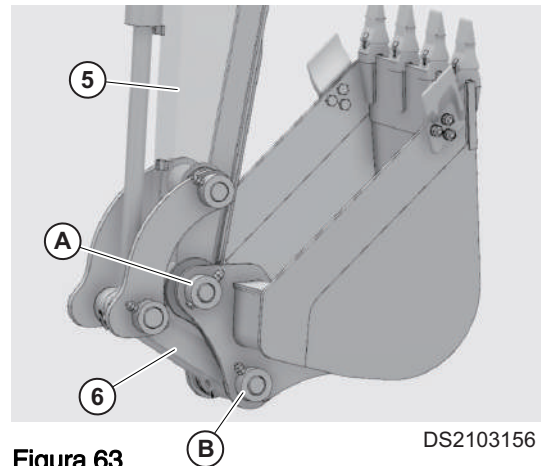
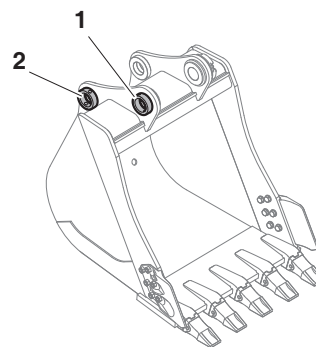
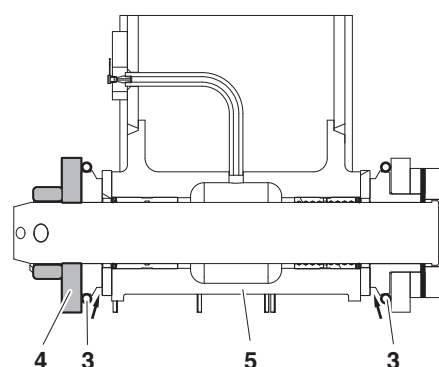

Figura 63
Figura 64
Figura 65
2. Desmonte la tuerca doble del perno del gozne del mango (A, Figura 63) y el gozne de la articulación (B, Figura 63), desmonte el perno, extraiga el gozne del mango (A) y el gozne de la articulación (B, Figura 63), y luego desmonte la cuchara.
3. Alinee el mango (5, Figura 63) a los orificios (1, Figura 64) de la cuchara de repuesto y la articulación (6, Figura 63) a los orificios correspondientes (2, Figura 64), introduzca goznes engrasados (A, Figura 63) y (B, Figura 63) en el orificio (1, Figura 64) y el orificio (2, Figura 64) respectivamente.
4. Al instalar la cuchara, en la parte del pasador del mango (A, Figura 63), coloque juntas tóricas (3, Figura 65) en la cuchara (4, Figura 65) en la posición indicada en el diagrama de la derecha. Tras montar el gozne, colóquelo en la ranura estándar.